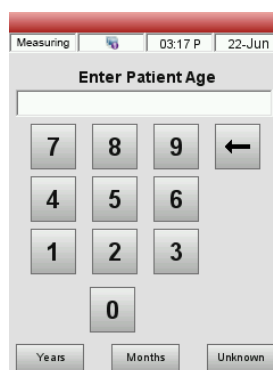

Abbildung 20. Bildschirm Messung> Alter des Patienten wählen
4. Geben Sie das Alter des Patienten ein (Abbildung 20).